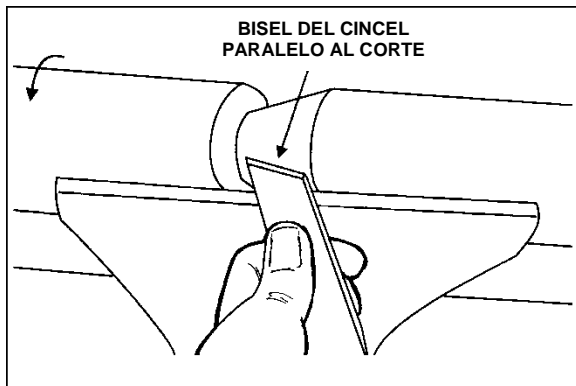

Figura 10-8: cortes en V
4. Con el bisel paralelo al lado derecho del corte, suba la manija y empuje la herramienta a la profundidad deseada, según se muestra en la Figura 10-8.